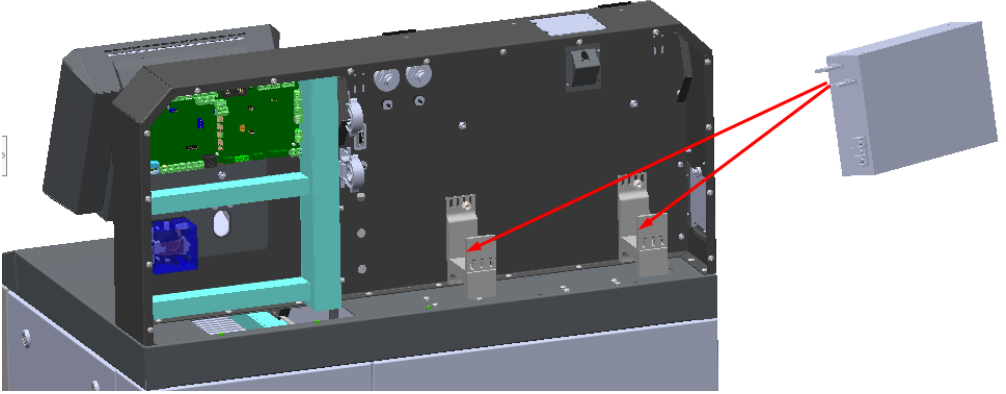

Рисунок 4
4. Встановити на кронштейни блок живлення RSP-3000-48 (рис. 4). Під час встановлення розташуйте блок живлення таким чином, щоб провони були розташовані з лівого боку.